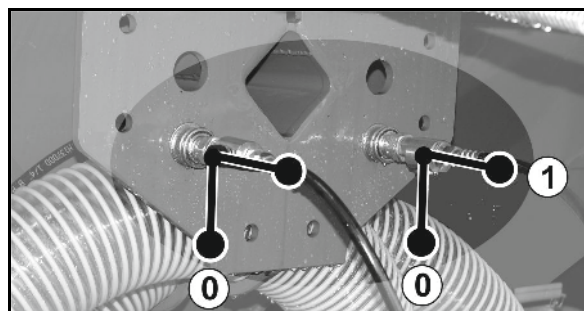

Рис. 101
3. Откройте оба запорных крана "Складывание выравнивателя" (Рис. 101/1).